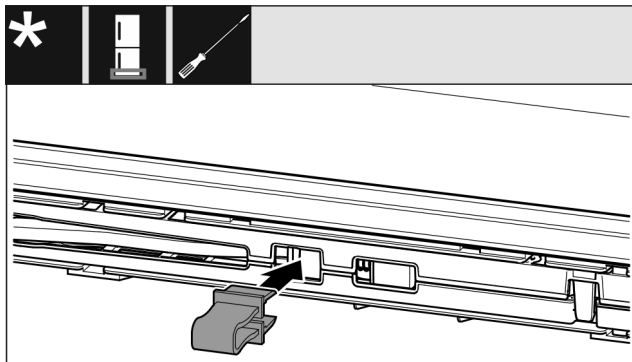

Fig. 13
- ▶ Uglavite osigurač u otvor. (pogledajte Fig. 13)